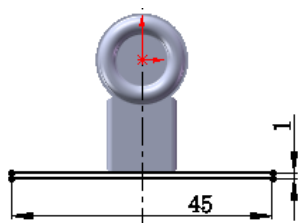

图 8.19 横断面草图
② 定义横断面草图。在草图环境中绘制图 8.19 所示的横断面草图。
③ 选择下拉菜单 **插入(I)** → **退出草图** 命令，退出草图环境，此时系统自动生成薄片 1。